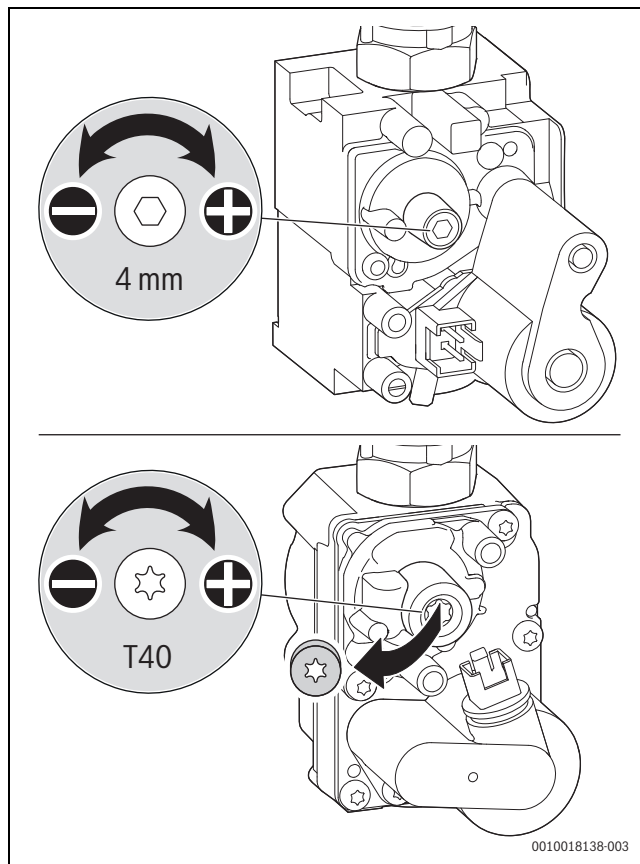

Fig. 36 Ajustar o teor de CO₂ ou de O₂
- Remover o selo de chumbo do parafuso de regulação do dispositivo de controlo do gás (apenas para dispositivos de controlo do gás inferiores na fig. 36) e ajustar o teor de CO₂ ou de O₂ para a potência calorífica nominal mínima.